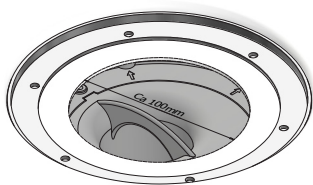

Fig. 8a
8. Monter deretter klemringen på plass igjen (vinylbelegg varmes slik at det blir mykt før klemring monteres. Skjær et rundt hull i midten av klemringen for enklere å plassere skruer i riktig posisjon). Pass på at o-ringen sitter riktig i sporet sitt. (Fig. 8a og 8b)